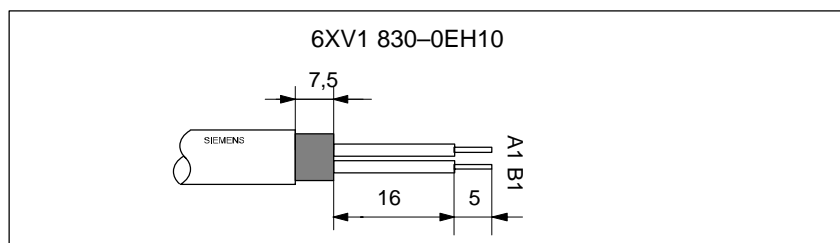

Figure 4-22 Longueur de dénudage pour connecteur de bus (6ES7 972-0B.40 ...)
1. Dénudez le câble-bus comme indiqué sur la figure 4-22 à l'aide de l'outil de dénudage FastConnect (voir table des cotes au dos de l'outil).
3. Introduisez le conducteur vert et le conducteur rouge dans le bornier à vis comme indiqué à la figure 4-22.